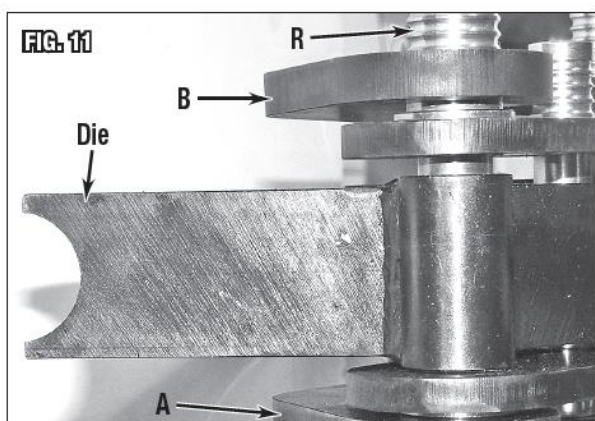

Рис. 11
1. Вставить выбранную форму в раму изогнутым краем, обращенным к торцу трещотки, и зажимом, ориентированным в направлении смещения (Рис. 11).
2. Вставить большую ось шарнира (R)  $\text{Ø}1\text{"} \times 6\text{-}1/2\text{"}$  [ $\text{Ø}25 \times 165 \text{ мм}$ ] в шарнирное отверстие и обе втулки (Рис. 11).